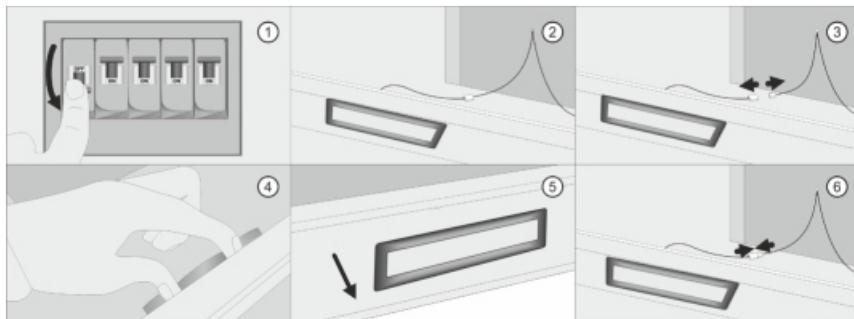

Рис. 15 Замена ламп освещения
Перед заменой ламп следует отключить изделие от сети питания. (Рис. 15. 1)
- Поднять стекло вытяжки и извлечь жирный алюминиевый фильтр; (Рис. 15. 2)
тания лампы, нажав на фиксатор на нем; (Рис. 15. 3)
3. Изнутри вытяжки нащупать две фиксирующие пластины лампы, сжать их пальцами и вытолкнуть лампу вниз; (Рис. 15. 4, 5)
4. Установить новую лампу того же типа и характеристик (2В, 1,5Вт), и последовательно подключить к питанию. (Рис. 15. 6)